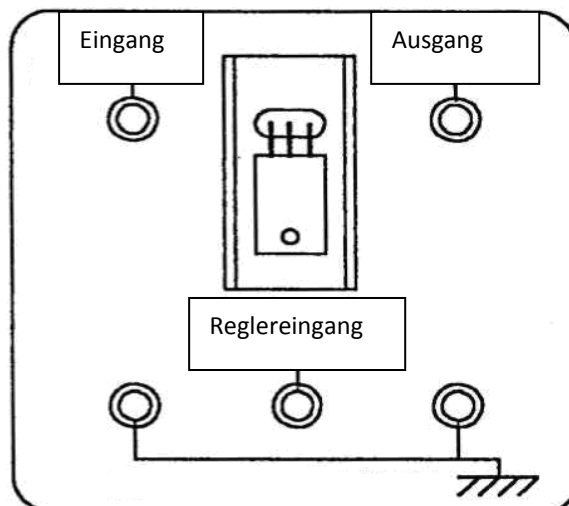

Fig.5 Spannungsregler
1.4. MD04602: Modul Spannungsregler (Abb. 5)